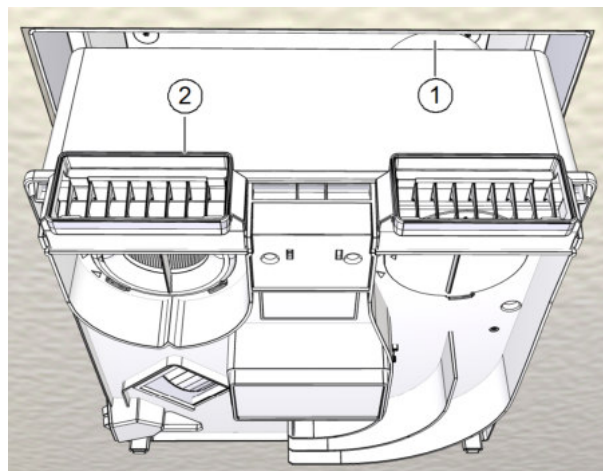

Abb. 11: Lüftungsgerät in das Montageset einsetzen
- ▶ Kontrollieren Sie, dass die Dichtbänder um die Lüftungsstutzen (Pos. 1 in Abb. 11) nicht beschädigt sind und ersetzen Sie diese gegebenenfalls.
Benetzen Sie die Oberkante der Adapter (Pos. 2 in Abb. 11) mit Spülmittel oder Vaseline, damit das Lüftungsgerät leichter in das Montageset gleitet.